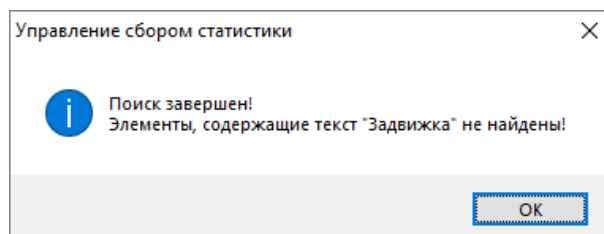

Рисунок 6-228 Уведомление о завершении поиска и отсутствии найденных элементов
- если в дереве статистики нет элементов, наименование которых содержит введенное сочетание символов, то появится окно с соответствующим уведомлением (см. Рисунок 6-228) о завершении поиска и отсутствии найденных элементов.